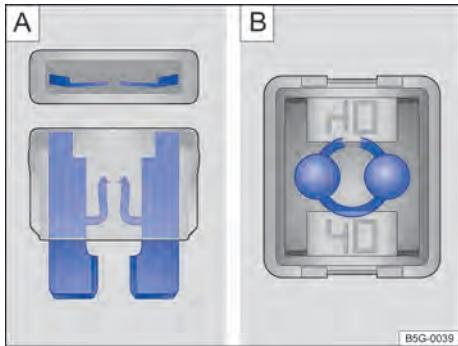

Fig. 189 Fusível queimado.
→ Fig. 189 A.
- Um *fusível de bloqueio (JCASE)* queimado é reconhecido pelas faixas metálicas derretidas por cima da carcaça transparente → Fig. 189 B.